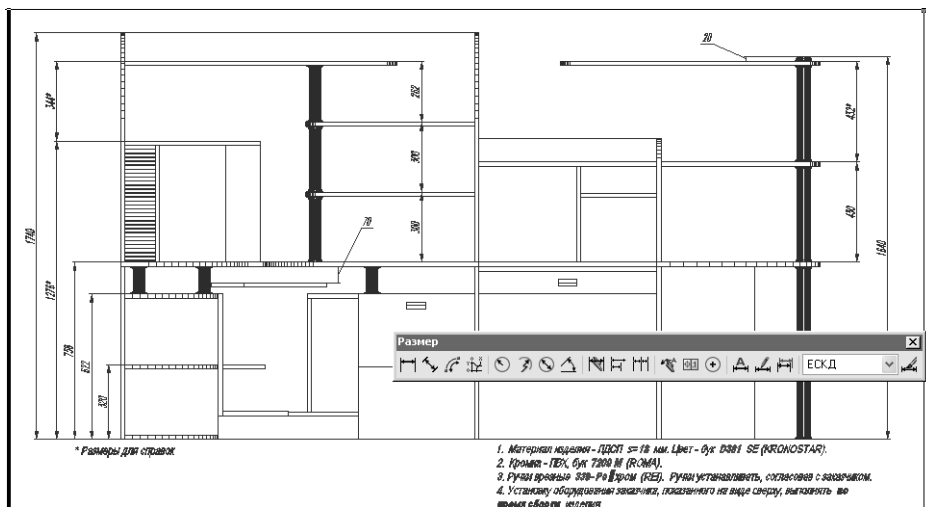

Рис. 11.34 ▼ Справочные размеры, обозначенные на главном виде
9. Создайте под главным видом текстовый объект **\* Размеры для справок** (рис. 11.34).